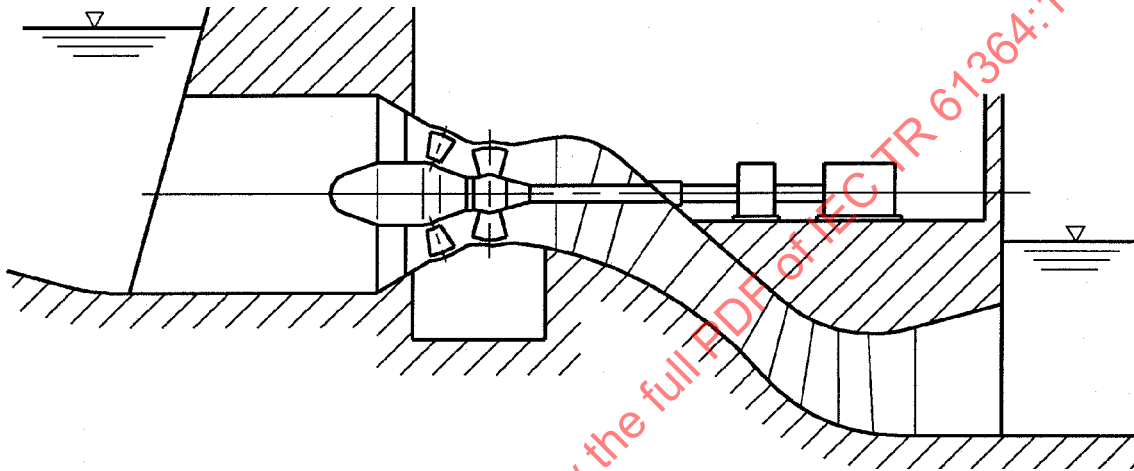

Figure 6 – Groupe en S en aval
- groupe en S en aval, voir figure 6;